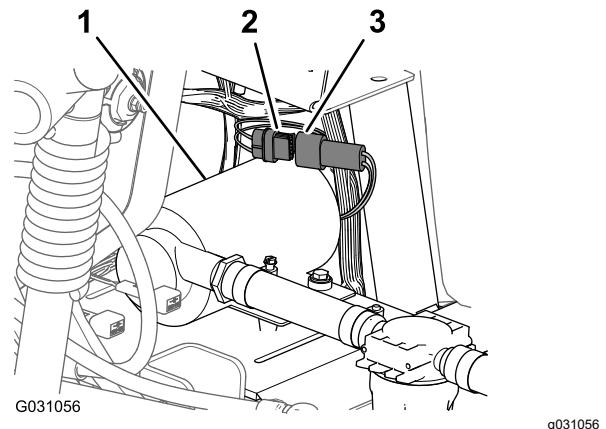

Рисунок 184
1. Подсоедините 6-штыревой разъем жгута проводов промывочного насоса к 6-гнездовому разъему главного заднего жгута проводов (Рисунок 184).